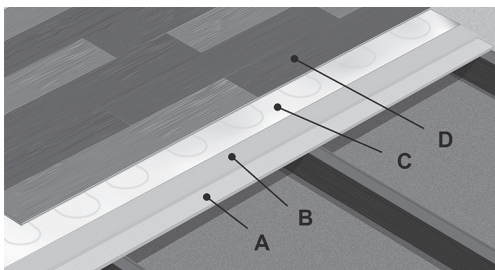

Fig. 2. Gulvopbygning
1. Typisk gulvopbygning ved installation af Alumat (Fig. 2).